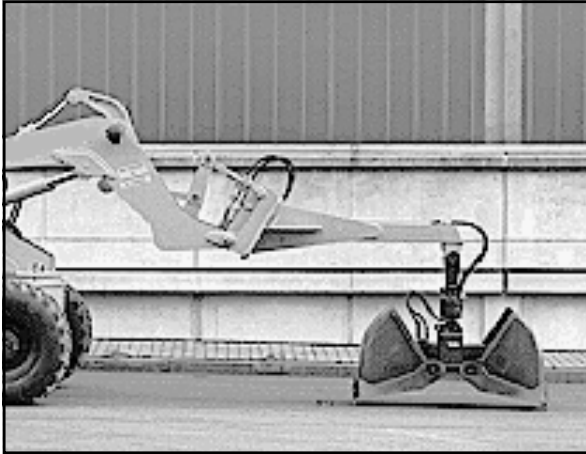

Bild 6-16
- Bild 6-16 zeigt das Gerät mit Greifer in weitester Auslage beim Bodenanschnitt.